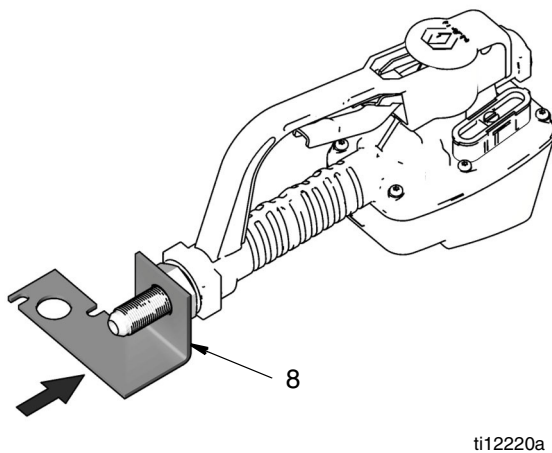

ABB. 7
7. Installieren Sie den Montagewinkel (8) auf dem Gewinde des Kopfanschlussstutzens (3). Siehe ABB. 7 zur richtigen Ausrichtung des Montagewinkels zum Zähler. Außerdem hilft Ihnen das in den Schritten a - b (unten) beschriebene Verfahren dabei, den Montagewinkel korrekt auszurichten.
- a. Nehmen Sie den Zähler aus der Schraubzwinde und legen Sie ihn mit der Vorderseite nach unten auf eine gepolsterte Fläche, sodass der Montagewinkel einen rechten Winkel zur Tischoberfläche bildet, wie in ABB. 7 gezeigt.
- b. Richten Sie den Montagewinkel (8) zum Zähler aus und achten Sie dabei darauf, dass der Montagewinkel parallel zur Vorderseite des Zählers liegt und richtig für die Installation an der Ölzapftheke ausgerichtet ist, wie in ABB. 7 gezeigt.